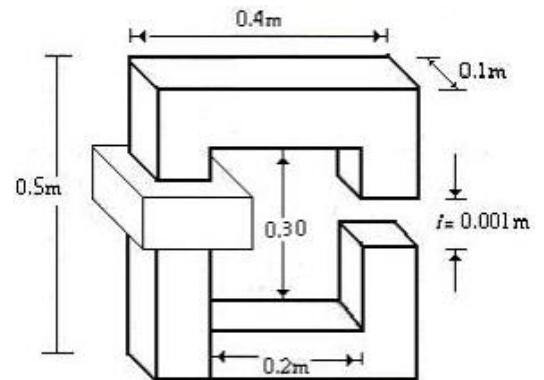

Fig. 3
4.-En el *entrehierro* del circuito magnético de la Fig. 3 se necesita un *flujo útil* de 10 mWb . Determinar la fmm *necesaria* suponiendo la construcción con chapa de *silicio-acero*. Considerar 5 % de *flujo disperso* en el entrehierro y *factor de laminado* $0,85$.-